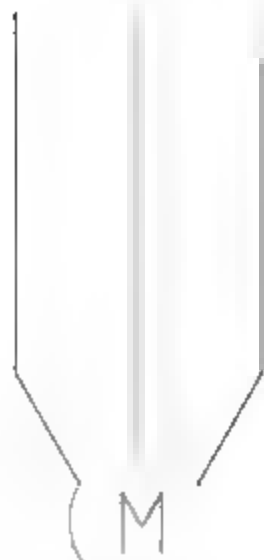

图10-18 绘制短斜线
**05** 调用L【直线】命令，绘制短斜线以连接电动机，如图10-18所示。